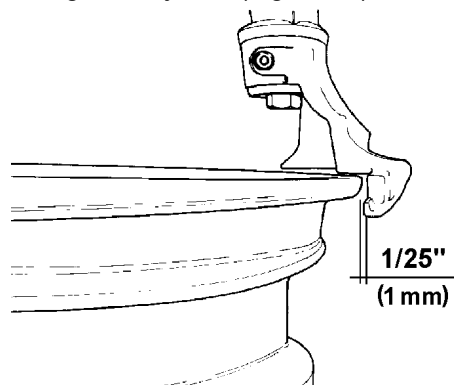

Fig. 4.1-4
E. Mettre l'outil en contact avec le bord de la jante et le bloquer: l'outil s'éloigne automatiquement du bord de la jante en sens vertical. Tourner la poignée de réglage jusqu'à ce que l'outil s'éloigne du bord de la jante à peu près de 1/16" (2mm): cela est nécessaire pour éviter des dommages à la jante. (Fig. 4.1-4).